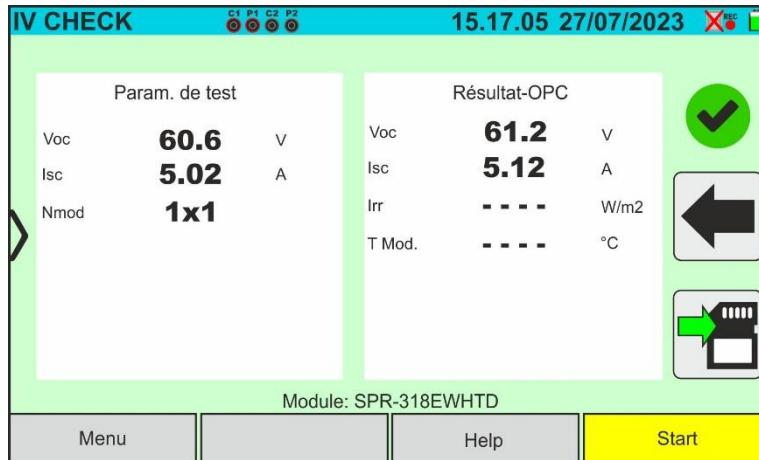

Fig. 76: Résultat mesure test IVCK @OPC avec enregistrement synchrone
16. Appuyer sur la touche **START/STOP** (ou **Start** à l'écran) pour activer les tests. En l'absence de conditions d'erreur, l'instrument affiche l'icône «  » avec le message « **Measure...** » pendant quelques instants. L'essai peut prendre **jusqu'à environ 20 secondes** en fonction de la tension à vide et des paramètres des modules. À la fin du test, l'instrument affichera **uniquement les valeurs mesurées à OPC sans les références des valeurs de rayonnement et de température du module** (voir Fig. 76) et il faut attendre la fin de la session de test et la **synchronisation ultérieure** avec l'unité distante SOLAR03 pour obtenir le résultat final (valeurs @ STC) des tests effectués, comme indiqué dans la suivante :